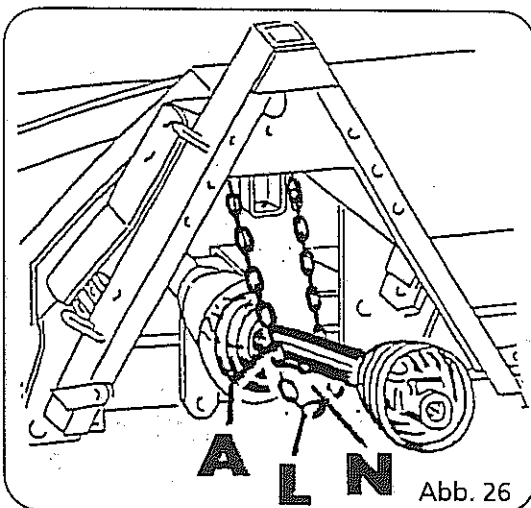

Abb. 26
- Gelenkwelle vom Traktor abziehen und in die vorge-sehene Kette einlegen (Abb. 26, Pos. A).